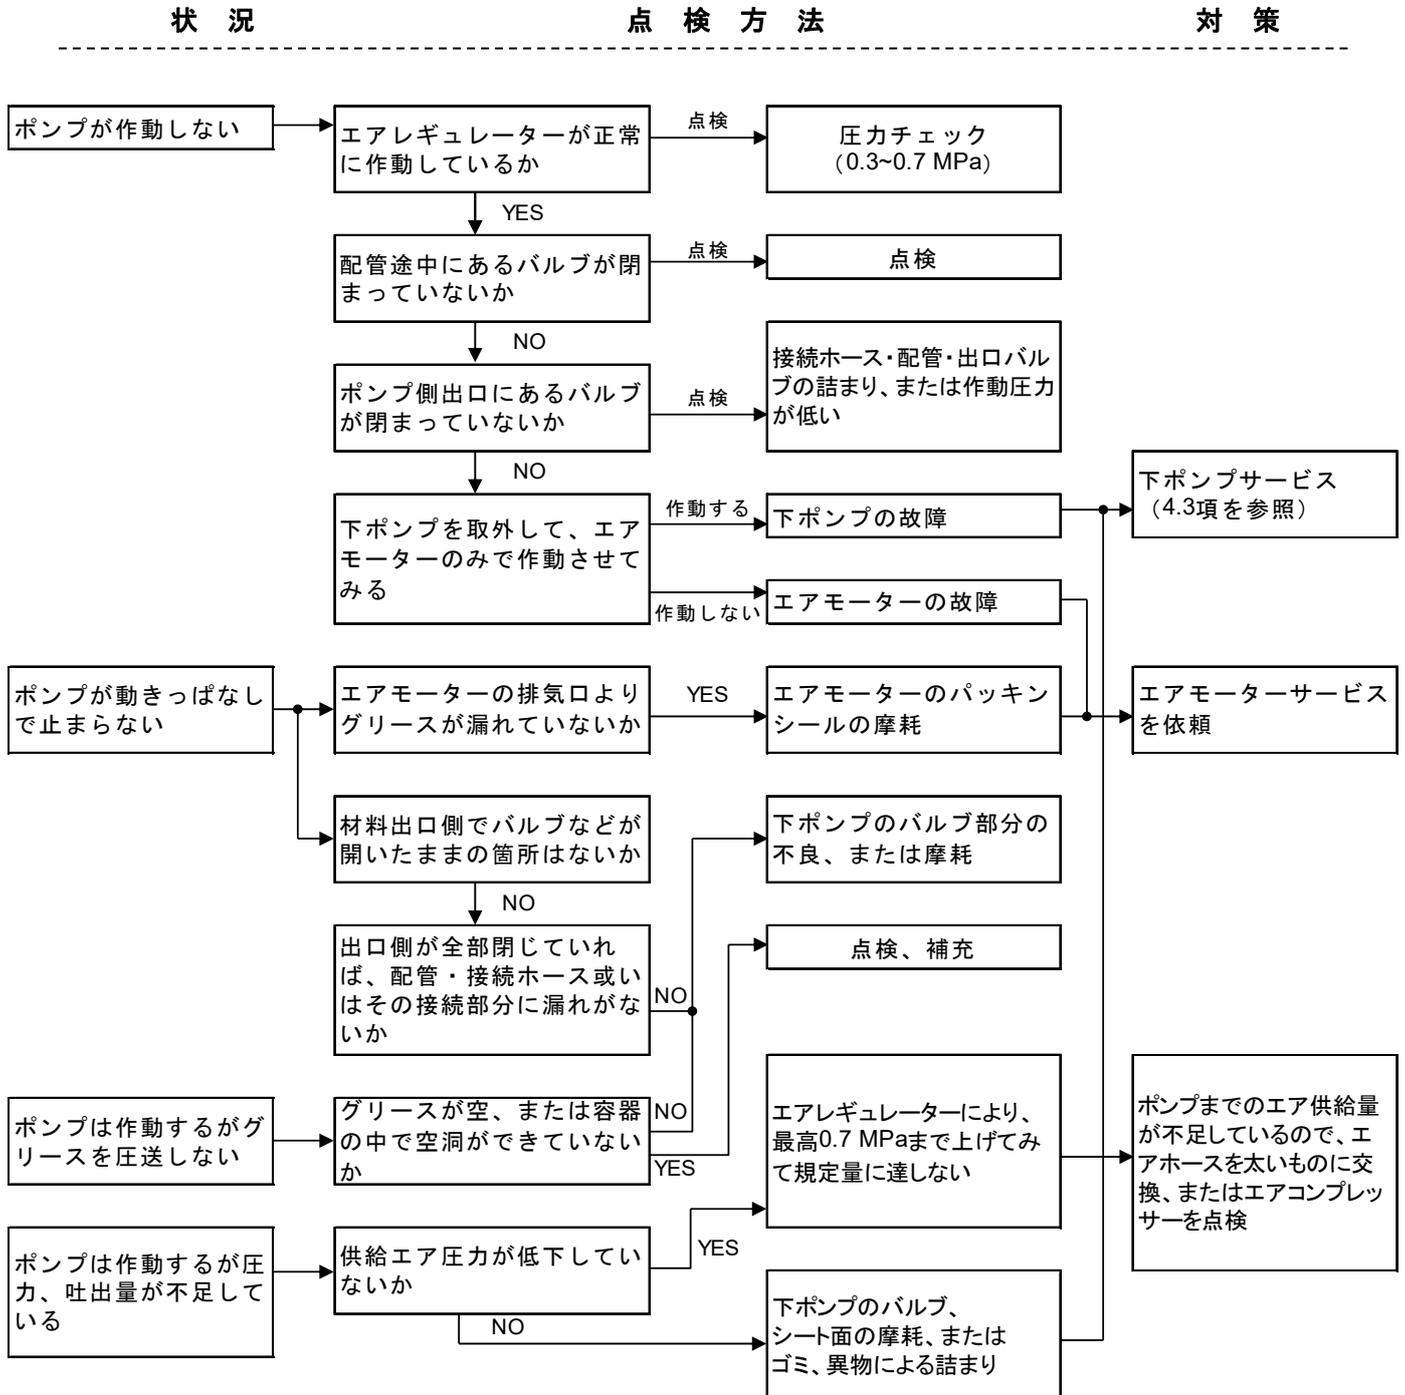

Fig.3.3
- 4). グリースガンの hidroチャックを外してください。圧力がかかっていますので、いきなり引っ張りますとニップルの頭部を折る恐れがあります。hidroチャックを斜めに傾け、内圧を抜き、爪の噛み付きを緩めると簡単に外すことができます。(Fig.3.3)